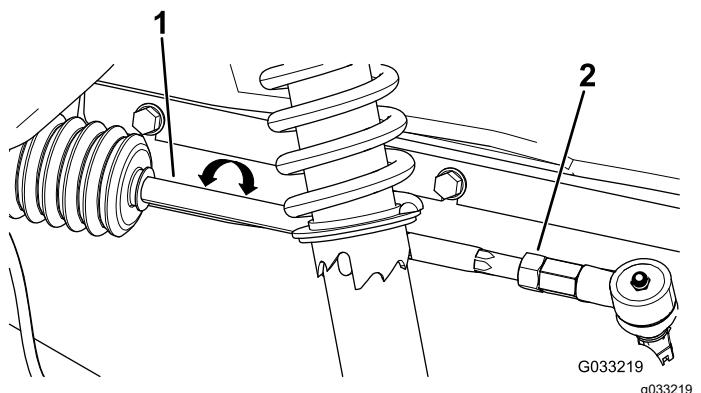

Bild 115
1. Lösen Sie die Sicherungsmuttern am äußeren Ende der Zugstangen (**Bild 115**).